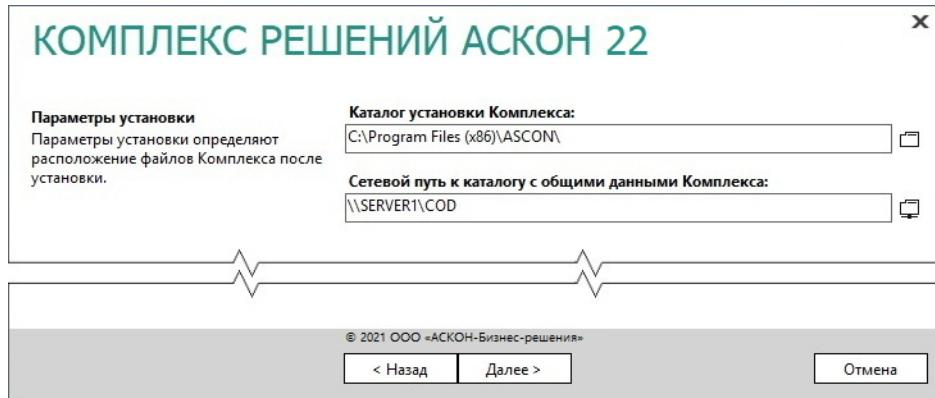

Рис. 4.58
- Укажите полное имя каталога, в который будут установлены указанные компоненты Комплекса (рис. 4.58). При необходимости воспользуйтесь кнопкой **Выбрать**, чтобы указать каталог в стандартном окне Windows.